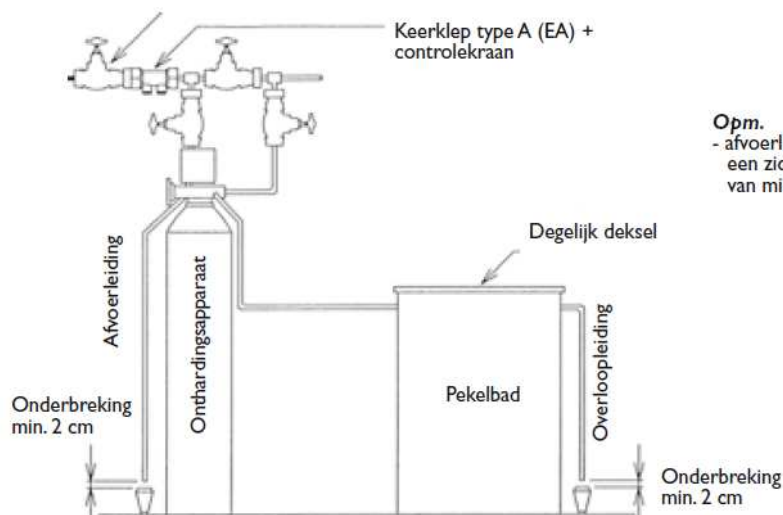

Fig. 16
Huishoudelijke waterverzachters (fig. 16) moeten worden voorzien van een controleerbare keerklep type A (EA).